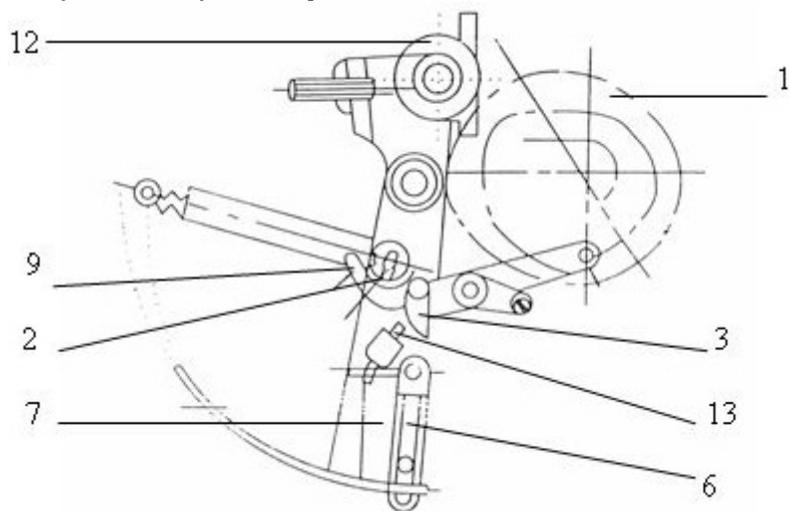

Рис.3
Как показано на рис.3 подающий кулачок (1) вращается на роликовом подшипнике (12), заставляя поворачиваться подающую станину (7), и одновременно ролик (2) движется вверх и вниз вдоль изгиба кулачка, тем самым заставляя станину режущего устройства (9) двигать зажим (3).
Подающая станина направляет проволоку в режущий механизм, подающий кулачок воздействует на эксцентрический винт (8) на станине режущего устройства (9) (см. рис. 3), заставляя его опускаться, а режущая станина (1) висит на винте (8) заставляя режущую станину (2) опускаться. Зажимная ось крепко прижимает проволоку к нижнему эксцентрическому ролику (5) под воздействием пружины, когда резак касается проволоки, но не начинает резать с тем, чтобы избежать движения проволоки при резке. Нижний эксцентрический зажимный ролик используется для подгонки устройства под проволоку различной толщины.